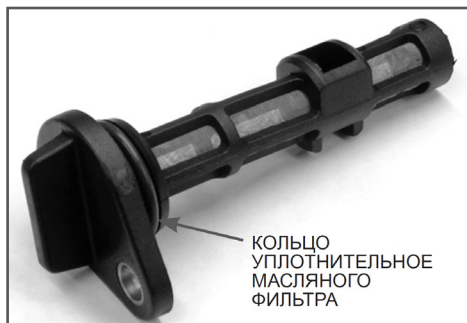

Рис. 16 Масляный фильтр
- Внимательно осмотрите масляный фильтр (Рис. 16). Обязательно проверьте фильтрующую сетку фильтра на наличие механических повреждений (сетка порвана, имеются отверстия). При наличии повреждений и невозможности очистить сильные загрязнения фильтр необходимо заменить.
При каждой очистке масляного фильтра обязательно меняйте уплотнительное кольцо масляного фильтра (Рис.16). При установке кольца на корпус фильтра не допускайте его повреждений. После установки уплотнительного кольца на корпус масляного фильтра контролируйте правильность установки кольца, оно не должно быть перекручено.